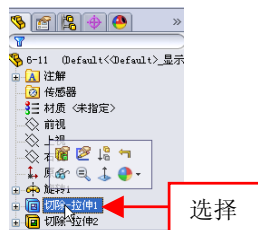

图 6-12 选择合适的选项
(2) 在设计树中, 选择【切除-拉伸 1】选项, 如图 6-12 所示。